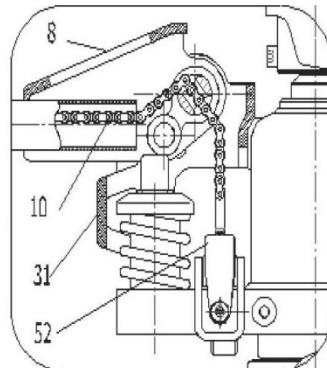

Рис. 2
4.4. Після цього, ланцюг трубки 10 пропустити крізь отвір стержня валу 23. (див. рис. 2)
4.5. В отвір пластини 52 вставити гвинт і за допомогою гайки закріпiti кінець ланцюга 10. (див. рис. 2, 4)